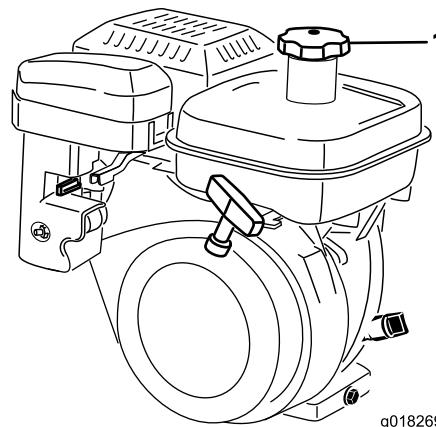

図 20
- 燃料キャップ（図 20）の周囲をきれいに拭いてからキャップを外す。無鉛ガソリンをフィルタスクリーンの下まで給油する。入れすぎないこと。